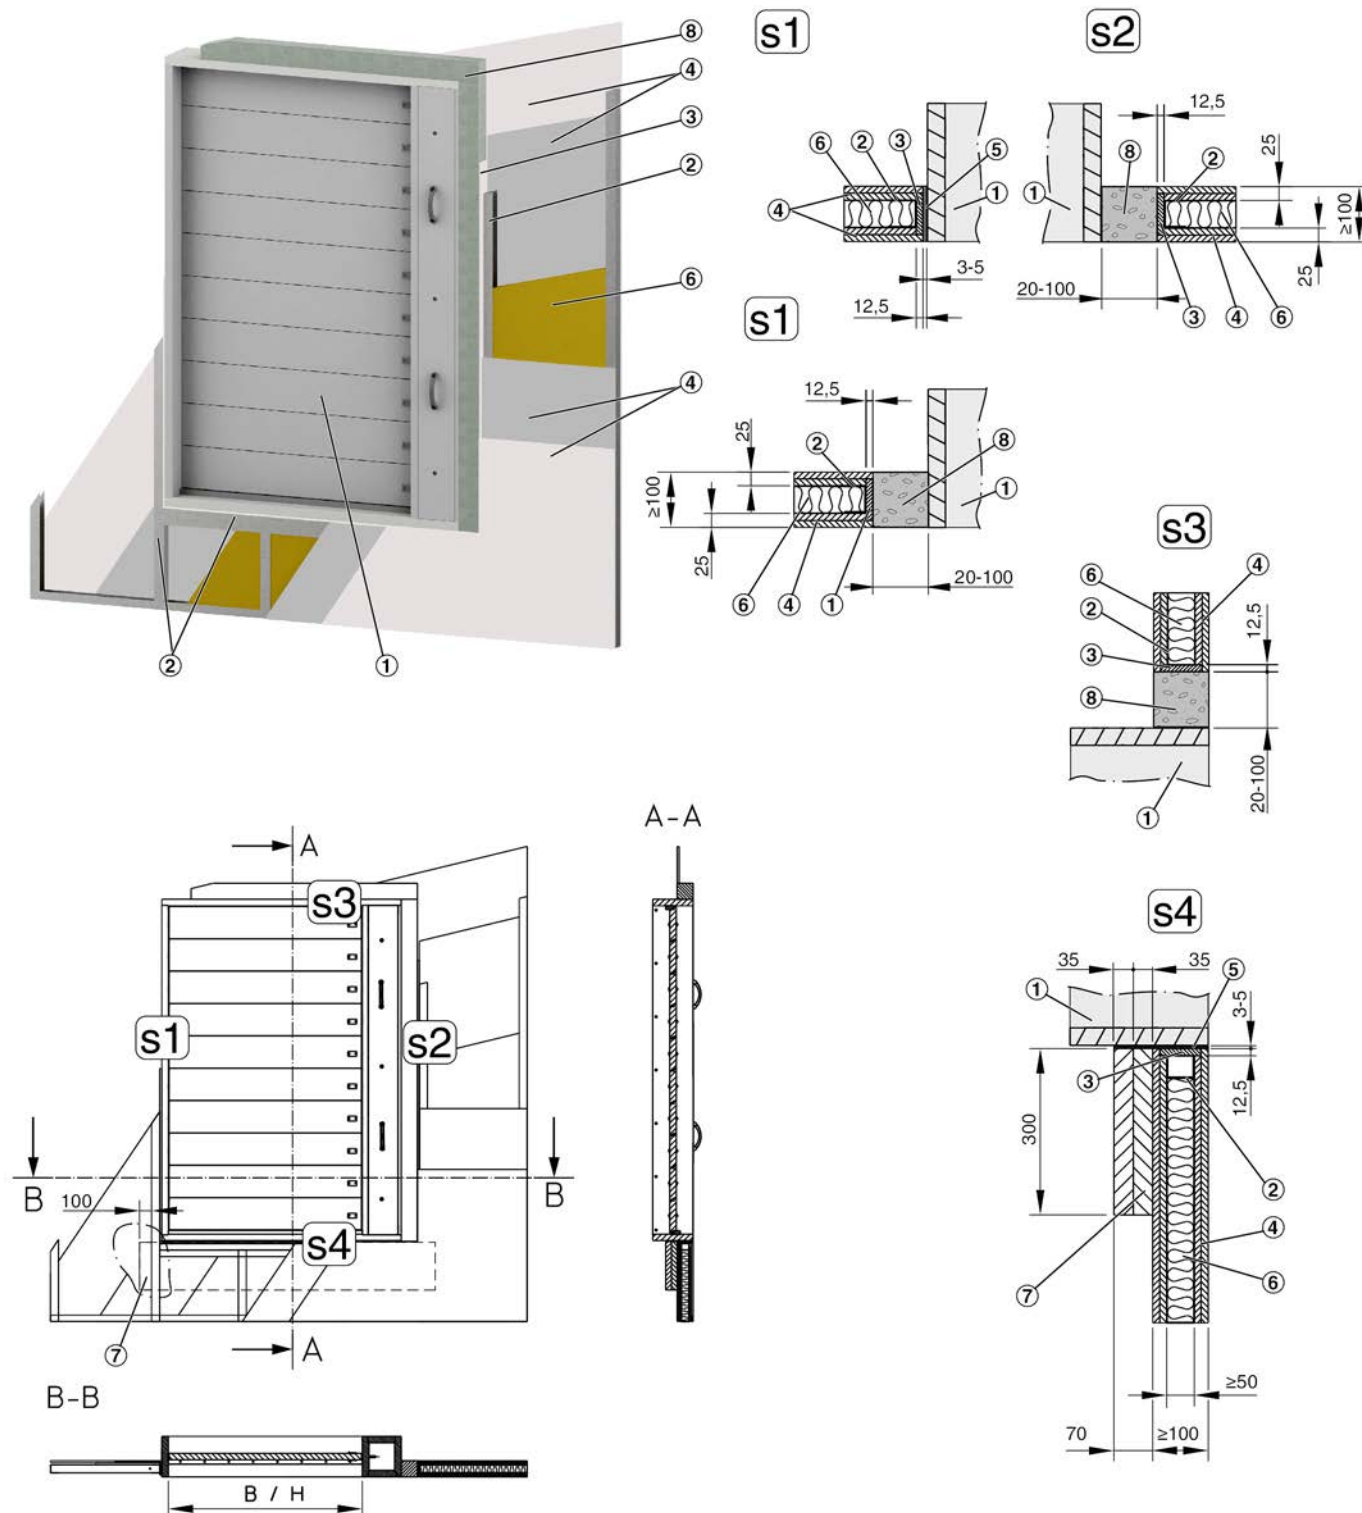

Fig. 27: Installazione in pareti divisorie leggere
- ▶ Creare pannelli di rivestimento (Fig. 27 /3).
- ▶ Creare un bordo di rinforzo (Fig. 27 /7):